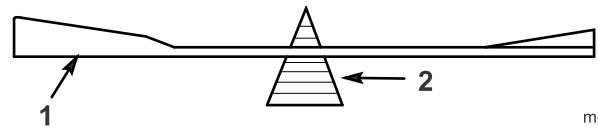

Figure 41
- Vérifiez l'équilibre de chaque lame en la plaçant sur un équilibrEUR (Figure 41). Si la lame reste horizontale, elle est équilibrée et peut être utilisée. Si la lame est déséquilibrée, limer un peu le dos de la lame. Répétez la procédure jusqu'à ce que toutes les lames soient équilibrées.